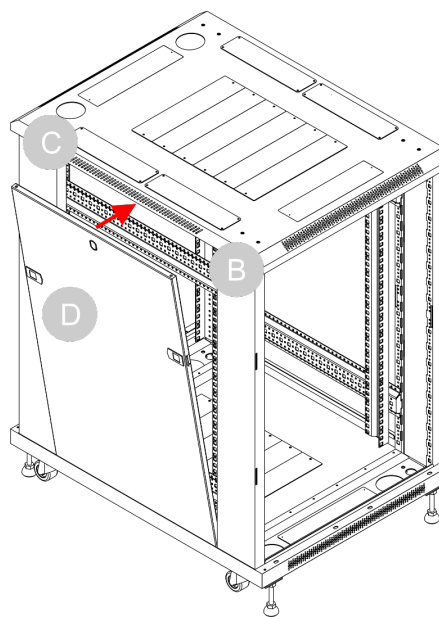

Fig. 36
- 20) Inclinare con cautela il **pannello laterale (D)** fino a portarlo a pochi centimetri dalla **piastra superiore (C)**, come illustrato nella Fig. 36.